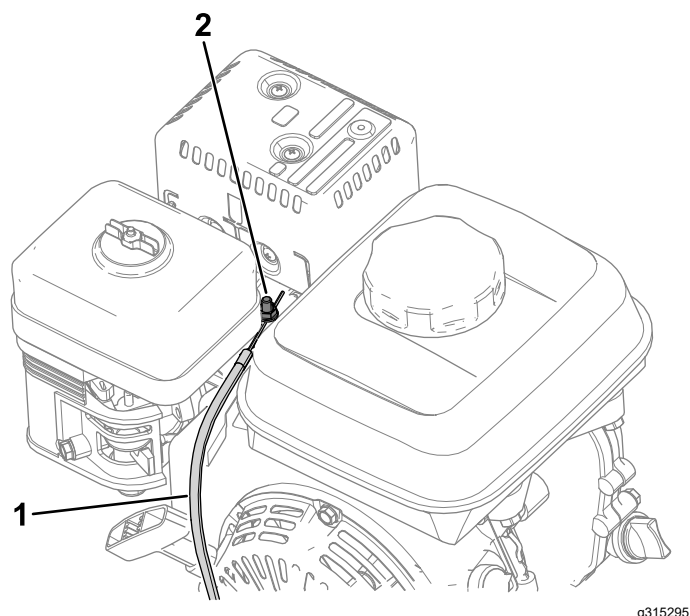

Figura 35
- Desaperte o parafuso na abraçadeira da conduta de cabos (**Figura 35**).